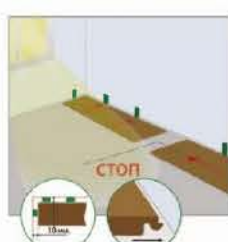

Рисунок 8
9. Начните укладку таким образом, чтобы свет из окна падал параллельно швам ламината. В случае перпендикулярного падения света швы от ламината будут видны более отчетливо. Напольные покрытия под воздействием ультрафиолетового излучения могут со временем менять свой цвет. Избежать этого можно, используя шторы или солнцезащитные жалюзи в случаях, когда солнечный свет слишком ярок. (см. рис. 8)
Укладка SPC ламината начинается с формирования первого ряда из двух досок, во время укладки обязательно устанавливайте специальные распорные клинья по периметру стен других постоянных частей строительных элементов (таких как колонны и кухонные острова), обеспечивающие зазор от 7 до 15 мм между SPC ламинатом и стеной. Данные зазоры необходимы для того, чтобы ламинату после укладки стена не мешала расширяться и сужаться. Если Ваш ламинат встал «дыбом», то велика вероятность, что нарушено именно это правило. (см. рис. 8) Ламинат укладывается замком на себя для облегчения защелкивания панелей.